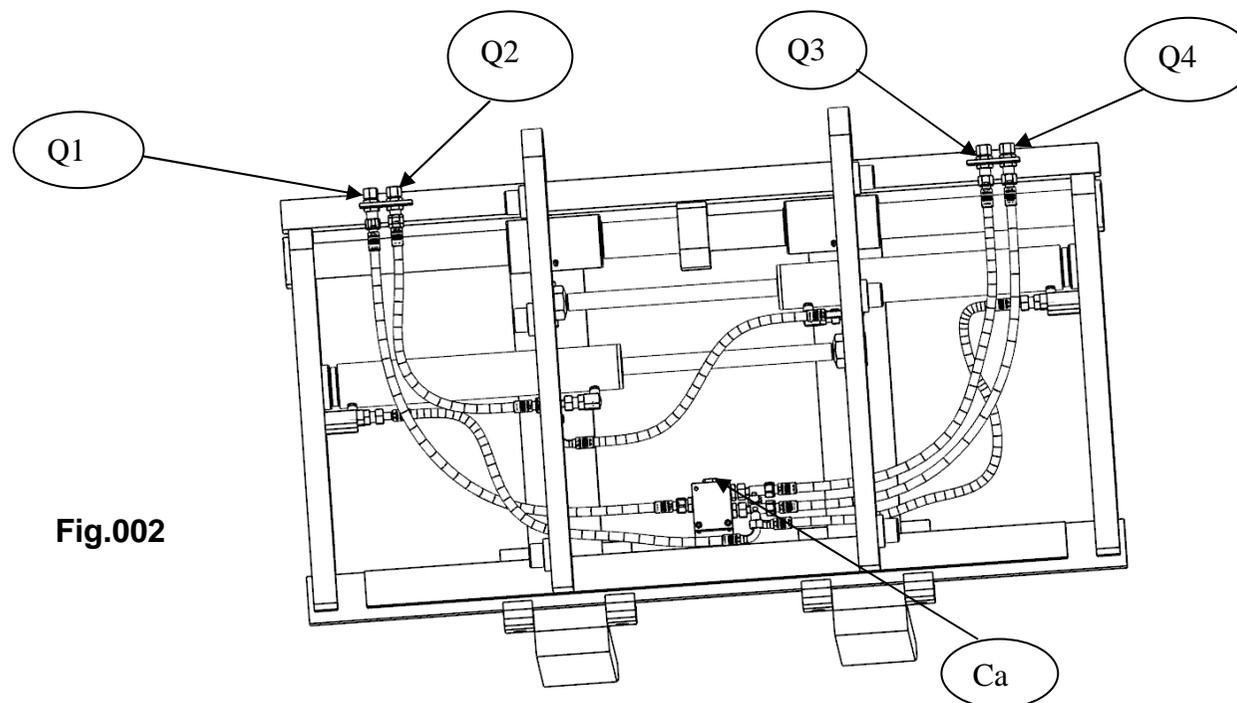

Fig.002
2.2 Impianto idraulico (Fig.002)